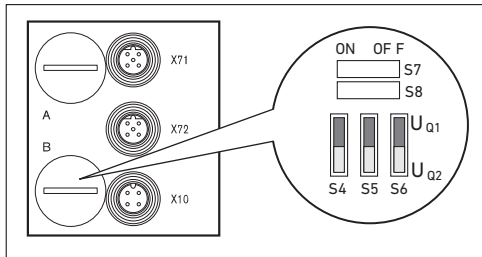

Abb. 9: Schalter S4, S5, S6 für die Zuordnung der Ventilversorgungsspannungen (U_{Q1}, U_{Q2})
Die Schalter S4, S5 und S6 für die Zuordnung der Ventilversorgung befinden sich unter der PG-Verschraubung **B** (siehe Abbildung 9). Jedem Schalter sind zugeordnet:
1. Öffnen Sie die untere Schraubkappe **B** (siehe Abbildung 9 auf Seite 36).
2. Ordnen Sie mit Hilfe der Schalter S4, S5 und S6 jeder Ventilgruppe eine der beiden Versorgungsspannungen Uq1 oder Uq2 zu (siehe Abbildung 9 auf Seite 36 und Abbildung 10 auf Seite 43).